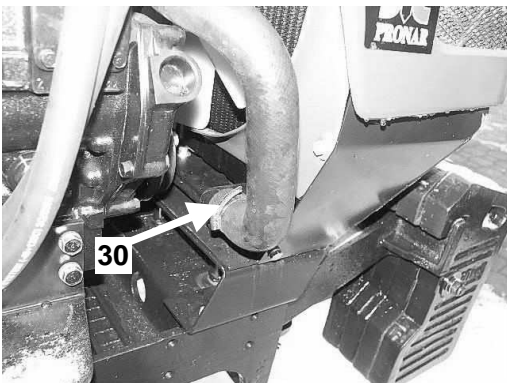

Abb. E-24 Ablassstelle der Kühlflüssigkeit aus dem Kühlers (30).
Um die Kühlflüssigkeit vom Kühler herabzulassen, Klemmschelle lösen, Gummileitung aus dem Kühlersutzen (30) abnehmen Abb. E-24.